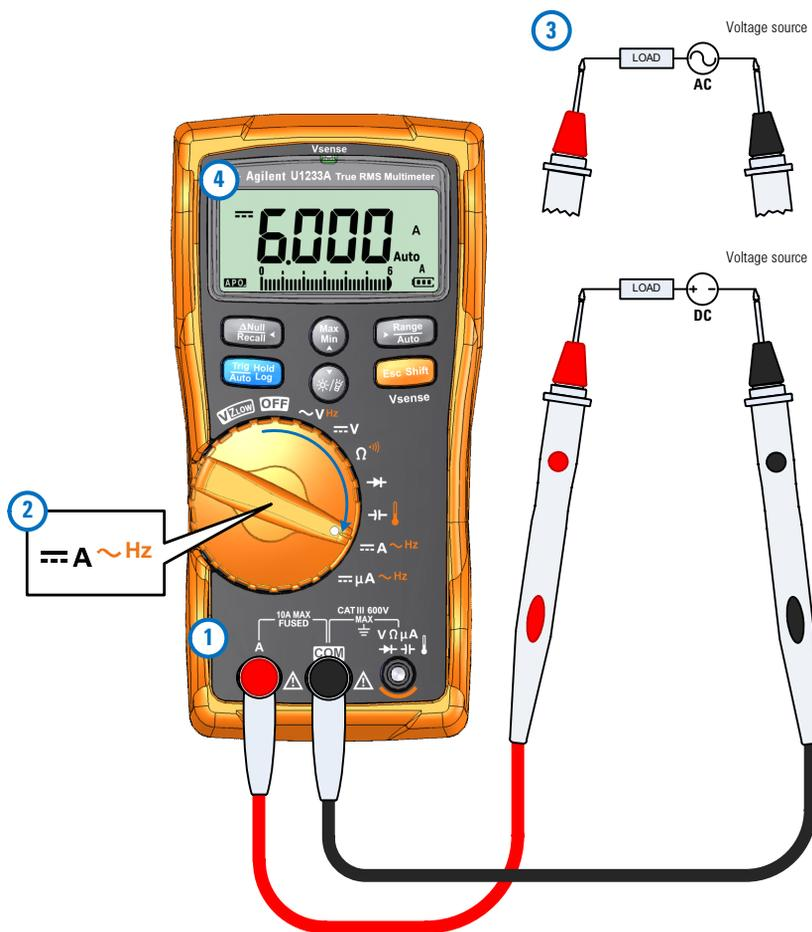
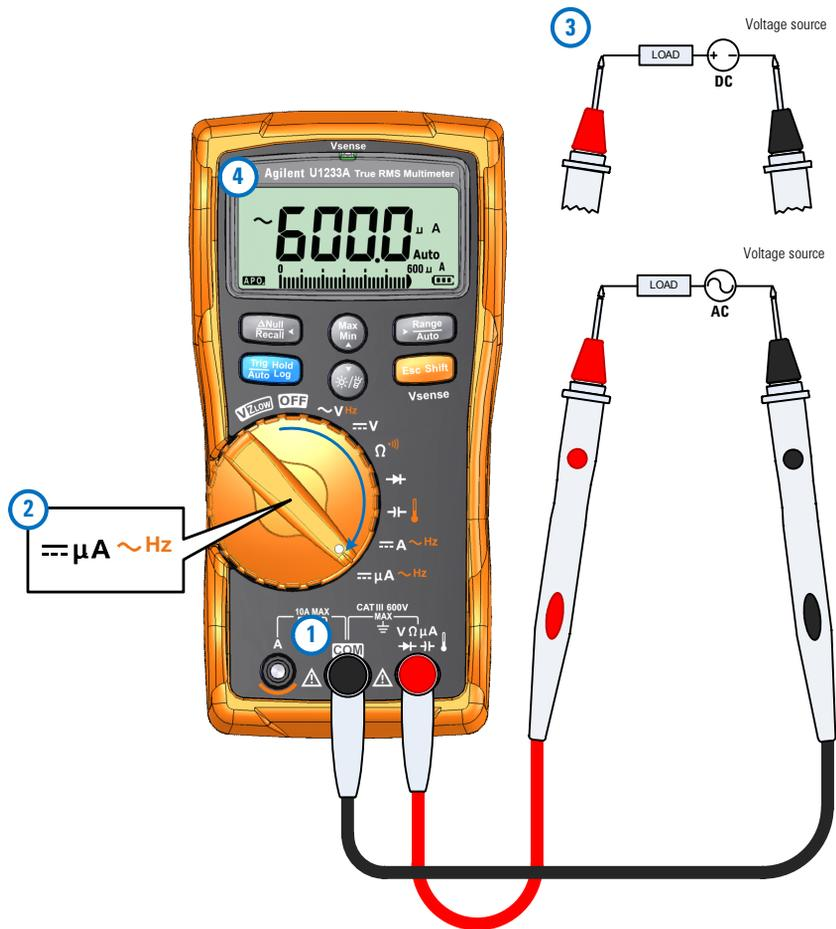

Figure 2-24 Mesure du courant continu/alternatif (jusqu'à 1'A)
Figure 2-25 Mesure du courant alternatif/continu (jusqu'au μA)
Configurez votre multimètre pour qu'il mesure le courant alternatif ou continu, comme illustré sur la Figure 2-24 et la Figure 2-25. Sondez les points de test et lisez l'affichage.
- 1 Configurez votre multimètre pour qu'il prenne des mesures μA comme illustré sur la Figure 2-25.